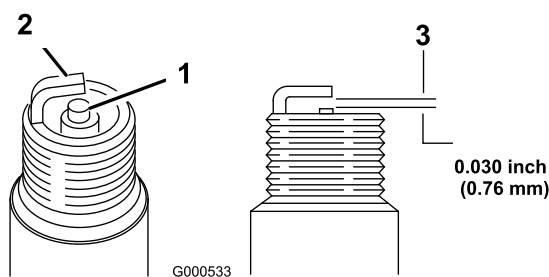

Рисунок 30
2. Отсоедините провод свечи зажигания (Рисунок 30).
5. Установите в свече зазор, равный 0,76 мм (Рисунок 30).